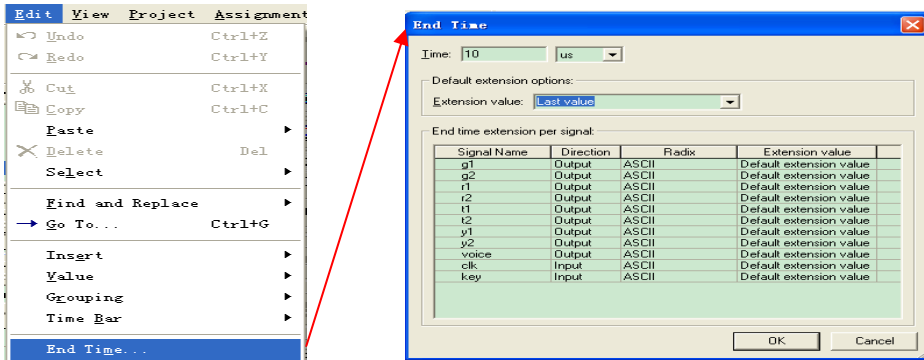

图 16 仿真时间设定
(3) 设置仿真时间区域。将仿真时间设置在一个比较合理的时间区域。选择“Edit”菜单中的“End Time...”项，在弹出的窗口中的“Time”栏处输入“10”，单位选择“us”，将整个仿真区域的时间设为 10us，单击“OK”按钮，结束设置，如图 16 所示。